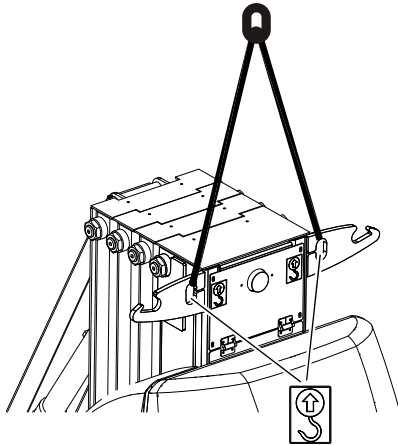

Bild 3-16. Anheben der Maschine
- Befestigen Sie Heberiemen/-ketten wie in Bild 3-16. gezeigt an BEIDEN Hebeösen.